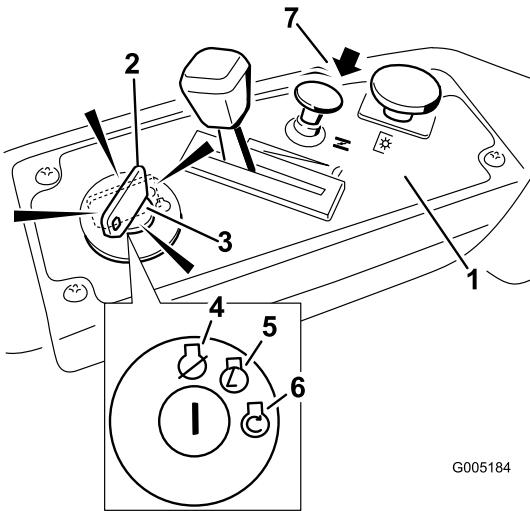

Figura 10
- Mueva el mando del estárter a la posición de Abierto antes de arrancar el motor si éste está frío (Figura 10).
- Gire la llave de contacto a Arranque para activar el motor de arranque. Cuando el motor arranque, suelte la llave (Figura 10).
- Después de que el motor arranque, cierre el estárter (Figura 10). Si el motor se cala o funciona irregularmente, abra el Estárter durante unos segundos. Luego cierre el Estárter y mueva la palanca del acelerador a la posición deseada. Repita este procedimiento tantas veces como sea necesario.
2. Ponga el acelerador a un punto entre Rápido y velocidad media (Figura 10).